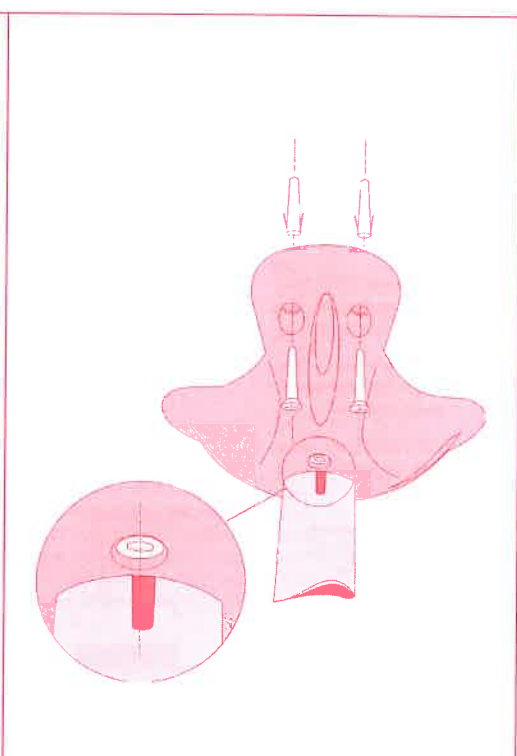

Fig.12
- Fädeln Sie das Kabel durch das Befestigungselement (oben beschrieben) und führen Sie es in das Metallrohr. Achten Sie darauf, dass die Schraube des Elementes sich in übereinstimmender Position zum Rohr befindet. Drücken Sie so lange, bis Sie ein Schnappgeräusch vernehmen (Abb.12).
- Befestigen Sie die Inbusschraube, die sich auf dem Element befindet, an dem Rohr (Abb.12).
- Utilizar o suporte de plástico do Girosole (Fig.12) para estabelecer as posições dos 6 furos a serem praticados no tecto. Prestar atenção para orientar o suporte na direcção desejada em consideração da saída do cabo.
- Fazer o cabo passar dentro do elemento de fixação (visto anteriormente) e introduzir este no tubo metálico. Prestar atenção para que o parafuso do elemento se encontre em correspondência do tubo. Pressionar até que se ouve um estalo (Fig.12).
- Fixar o parafuso Allen que se encontra no elemento, fixando-o, assim, ao tubo (Fig.12).